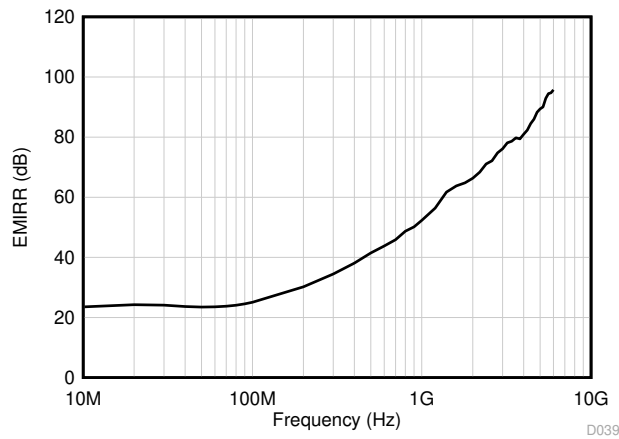

图 8-1. EMIRR 测试
(TI) 已经开发出在 10MHz 至 6GHz 宽频谱范围内准确测量和量化运算放大器抗扰度的功能。图 8-1 展示了对 TLV674x 执行该测试的结果。表 8-1 展示了在实际应用中 TLV674x 在常见特定频率下的 EMIRR IN+ 值。运算放大器的 EMI 抑制比应用报告包含了与运算放大器相关的 EMIRR 性能主题，该报告可在 www.ti.com 上下载。